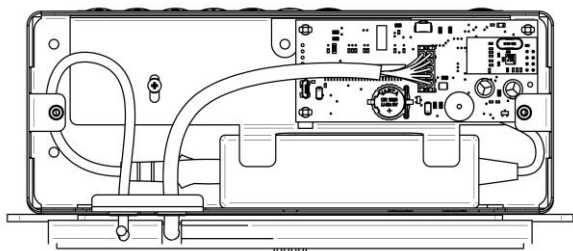

Рис. 23
12. Подключите провод от вентиляционного блока к плате управления и установите батарейку, см. Рис. 23